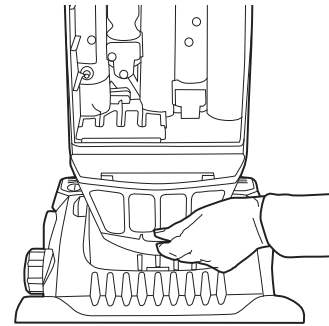

Fig. 2
1. Débranchez l'aspirateur. Enlevez le couvercle du filtre situé sous le couvercle du compartiment à poussière (Fig. 2).